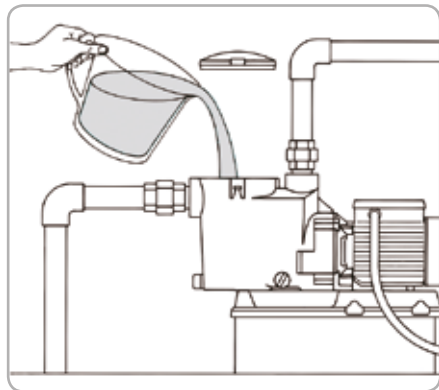

Fig.7
- Pentru amorsare puteți folosi o pâlnie pentru a umple pompa prin orificiul filtrului de apă (Fig.7).